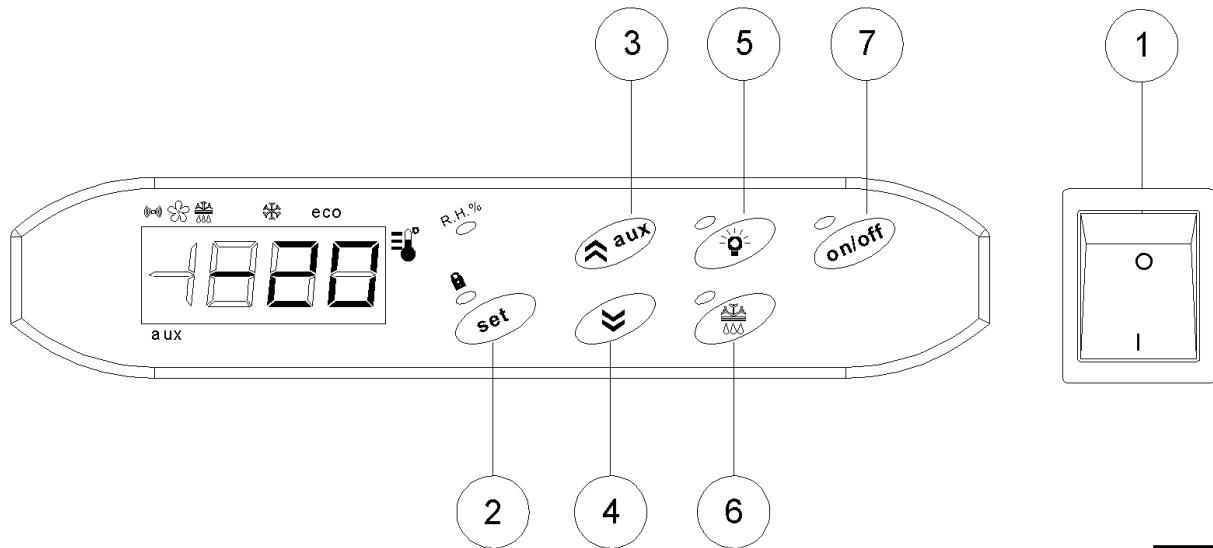

Fig. 4
Appuyer sur l'interrupteur compresseur ① de la FIG.4.
L'utilisateur en remplissant les fonctions de monitorage et les variations des paramètres de fonctionnement doit agir exclusivement sur l'instrumentation externe du cadre de commande représenté sur la FIG.4.
Les fonctions du tableau de commande de la chambre froide, représenté dans la FIG. 4 sont :